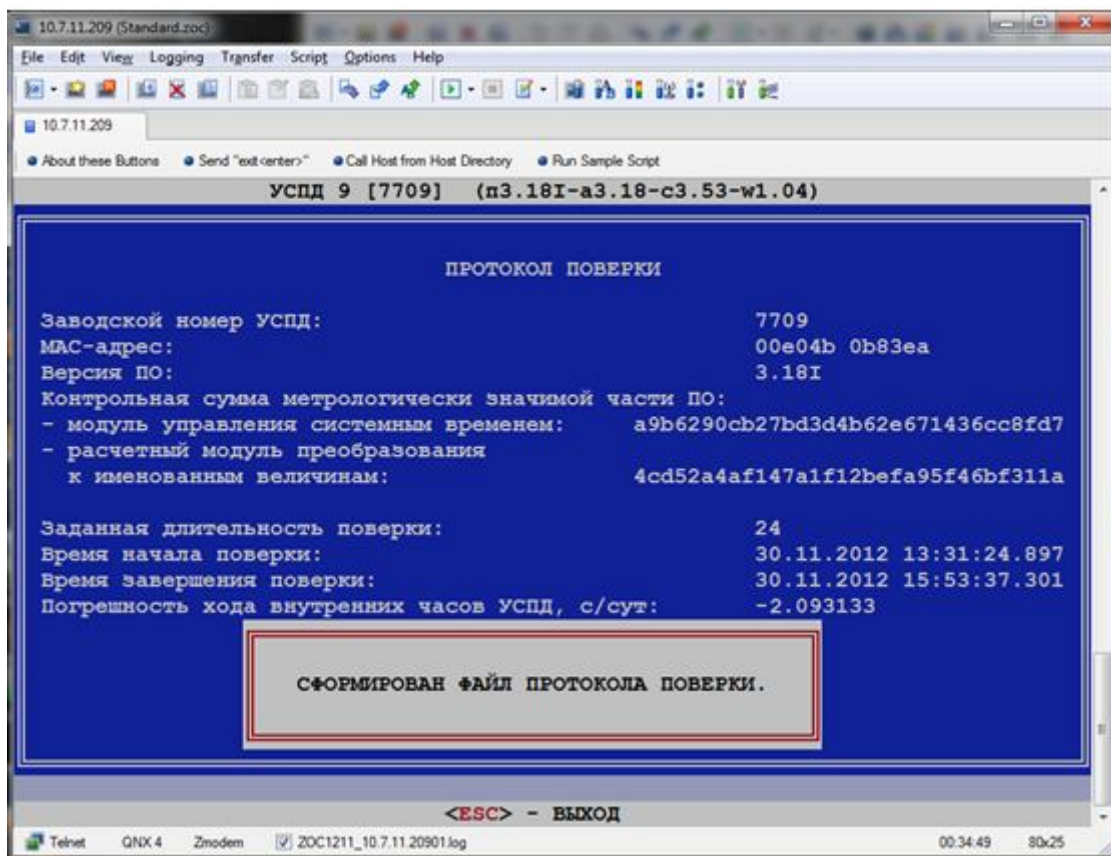

Рисунок 31
6.5.1.13. Поверка заканчивается либо по заданному времени, либо по пункту меню «завершить поверку» рисунок 31.